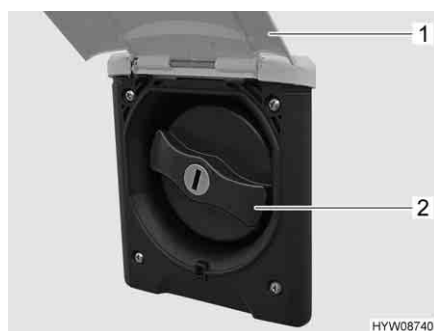

Fig. 200 Coperchio (bocchettone di riempimento dell'acqua potabile)
- Sollevare lo sportello esterno (Fig. 200,1).
- Ruotare il coperchio blu (Fig. 200,2) di un quarto di giro.